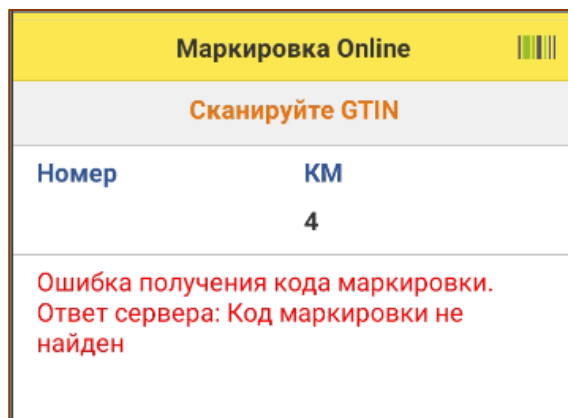

Рис. 6.6 - Ошибка получения кода маркировки
- ✓ В результате сканирования сверх доступных для маркировки КМ, на дисплее терминала появится ошибка (Рис. 6.6);